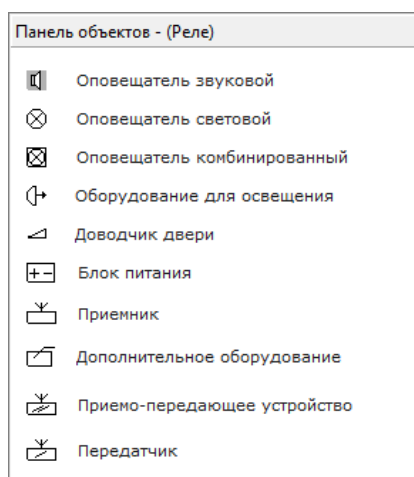

**Рисунок 6-484 Панель объектов
- Пользов (см. Рисунок 6-484).